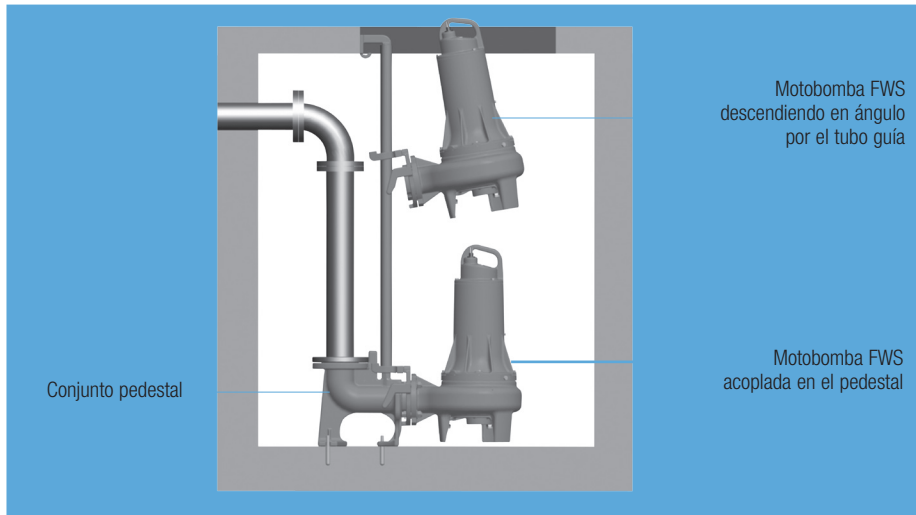

Figura 4 - Instalación de la motobomba con sistema de acoplamiento directo a pedestal
- La instalación puede ser móvil con tubo o manguera, o en pedestal con Sistema de Acoplamiento Directo (figura 4).